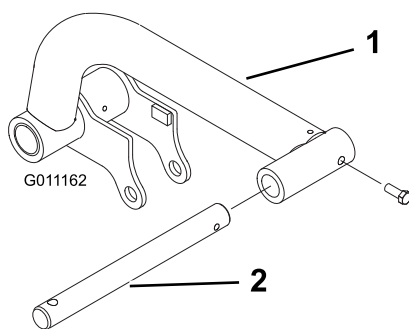

Figura 11
2. Insira uma haste de articulação em cada braço de elevação e alinhe os furos de montagem (Figura 11).